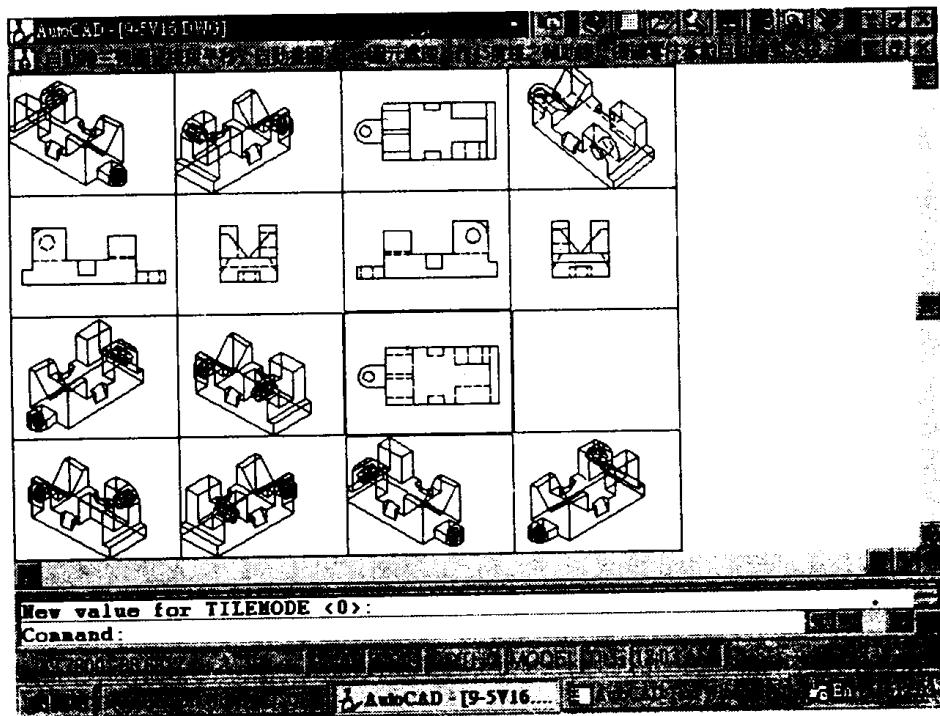

图 0-13
(7) 将 R12 AME 立体图取 16 窗口,含等角与投影箱展开图 3D-Box 系统:如图 0-13 所示。